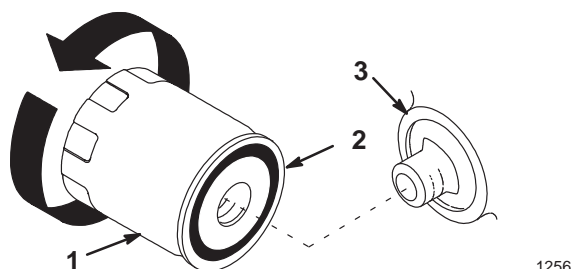

Figure 22
9. Changez le filtre à huile au besoin (Fig. 22).
2. Déposez le filtre à huile usagé et essuyez la surface du joint de l'adaptateur (Fig. 22).
3. Appliquez une fine couche d'huile propre sur le joint en caoutchouc du filtre de rechange (Fig. 22).
4. Posez le filtre à huile de rechange sur l'adaptateur. Tournez le filtre dans le sens horaire jusqu'à ce que le joint rejoigne l'adaptateur, puis donnez 1/2 à 3/4 de tour supplémentaire (Fig. 22).